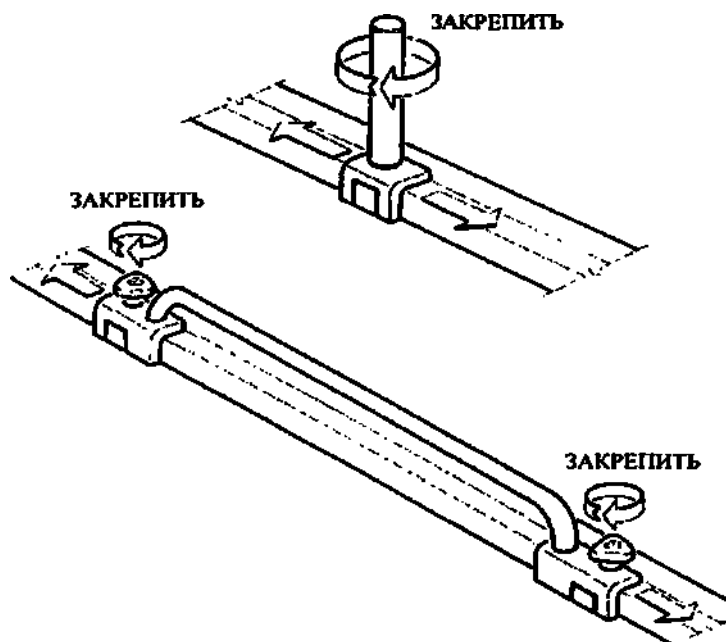

Рисунок 4.8 – Крепление поручней на деке стола (для двух вариантов исполнения поручней)
3. Зафиксируйте их положение, закрутив ручки поручней в направлении, показанном на рисунке (см. Рисунок 4.8).